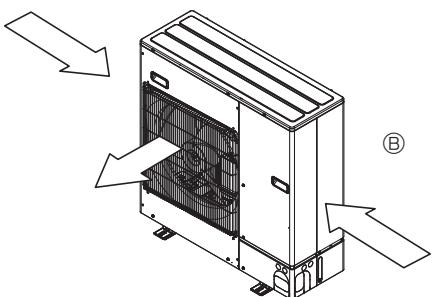

Fig. 2-6
- ③ Bringen Sie die Anlage so an, dass die Abluft aus der Lufтаustrittsöffnung im rechten Winkel zu derjenigen Richtung geführt wird, aus der saisonal bedingt starker Wind bläst. (Fig. 2-6)